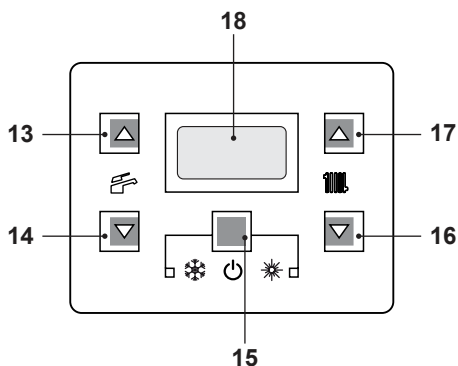
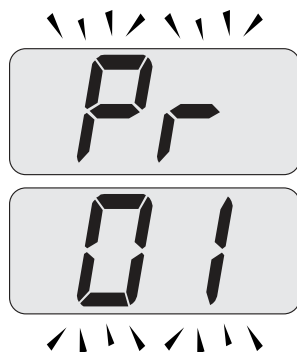
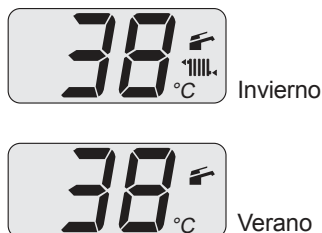

Figura 9.19
Figura 9.20
Figura 9.25
- Entre en la "modalidad de programación" pulsando simultáneamente durante 10 segundos los botones 15 - 16 - 17 (Figura 9.19) hasta que aparezcan en la pantalla LCD las letras **Pr** alternadas con el código **01**, que indican la entrada en el "parámetro 01" (Figura 9.20).
- Pulse simultáneamente los botones 16 y 17 (Figura 9.19) hasta que aparezcan en la pantalla LCD las letras **LP** alternadas con el valor de temperatura del agua de calefacción (ej. **45**), que indican la entrada en la activación de la "función deshollinador" a la potencia mínima (Figura 9.21).
- Pulsando el botón 17 (Figura 9.19) se puede modificar la potencia en modalidad deshollinador: el display LCD muestra las letras **hP** que se alternan con el valor de temperatura del agua de calefacción (ej. **32**); estamos en la "función deshollinador" a la potencia mínima en calefacción (Figura 9.22).
- Pulsando el botón 17 (Figura 9.19) se puede modificar la potencia en modalidad deshollinador: la pantalla LCD muestra las letras **cP** alternadas con el valor de
17 (Figura 9.19) se sale de la "modalidad deshollinador" y se vuelve al estado anterior de la caldera (Figura 9.25).